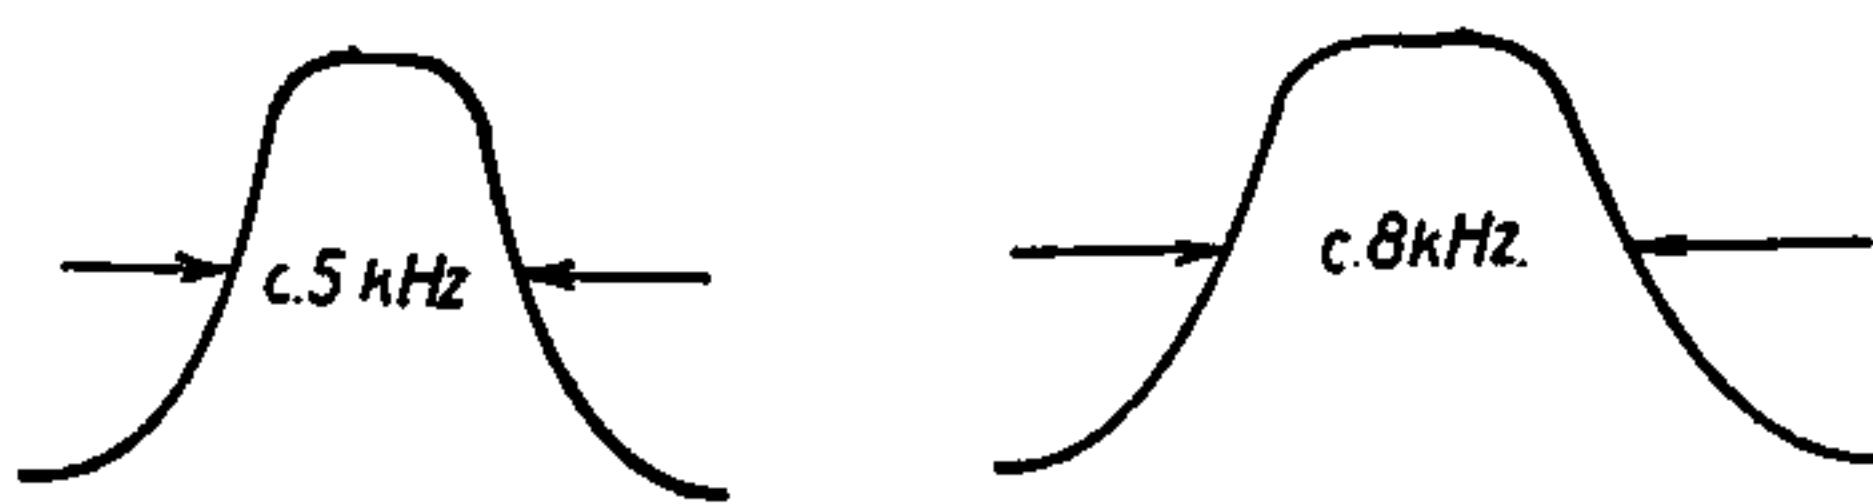

Fig. 3
- b) Dernæst 1 MF. Oscillator forbindes til Gitter af UCH 11. For at opnaa en god Kurveform ved saavel stor som lille Regulering, trimmes der ind ved forskellig Regulerspænding, f. Eks. ved $\div 3$ og $\div 9$ Volt. Man tager Regulerspændingen fra et Gitterbatteri. Kurverne skal praktisk talt være ens saavel ved stor som lille Regulerspænding. Bredten 5 kHz (se Fig. 3).